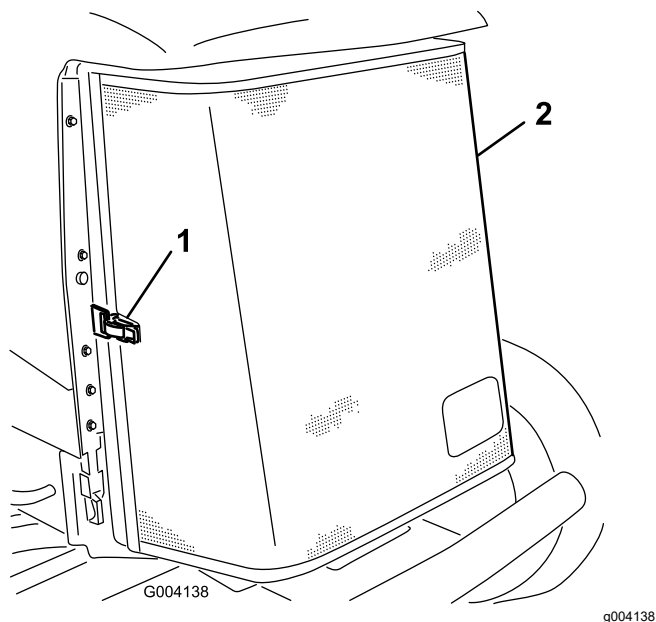

Figura 93
5. Desenganche la rejilla trasera y ábrala (Figura 93).